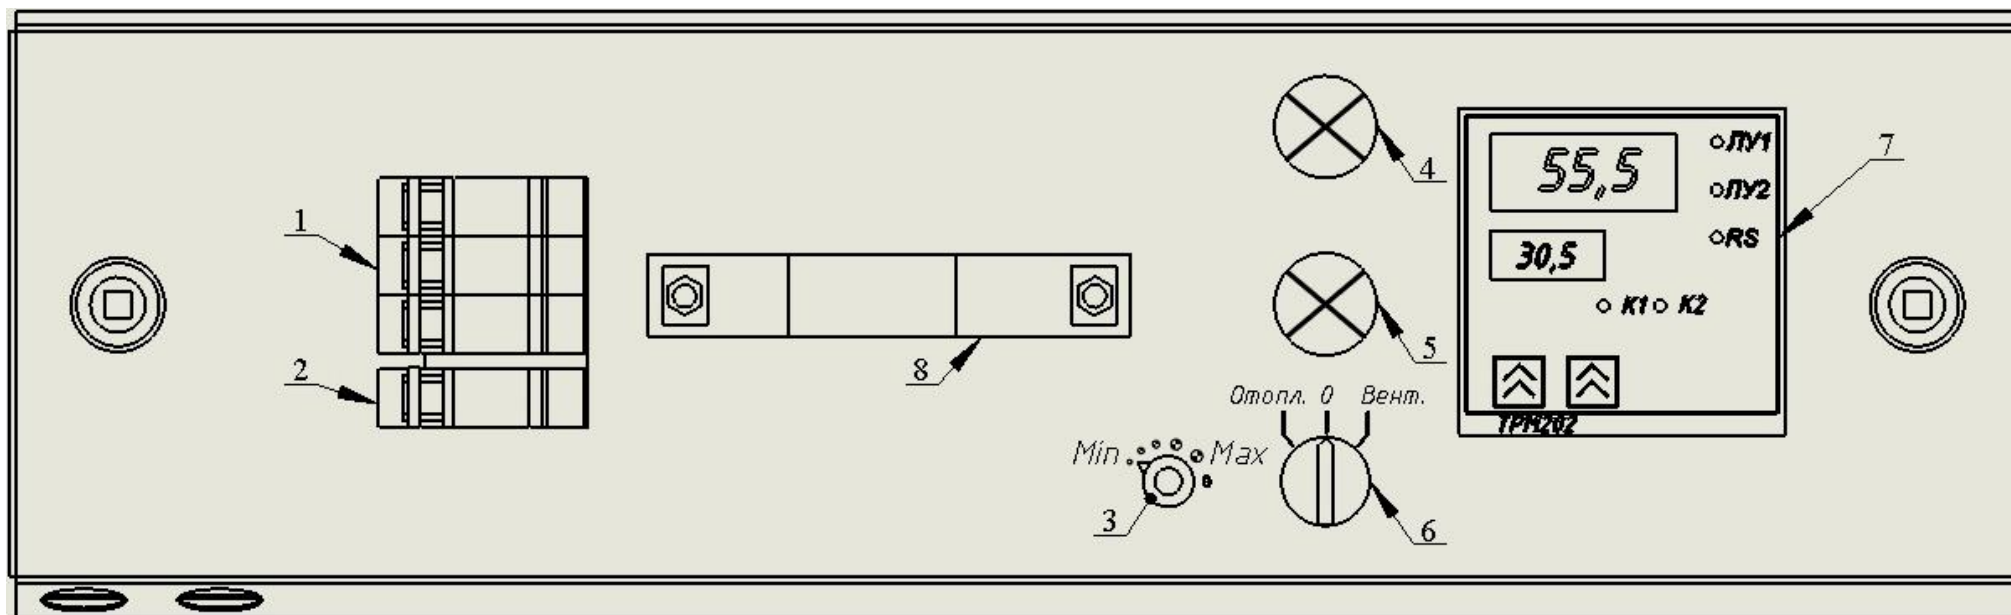

Рисунок 2 - Панель управления
- проверить состояние индикаторов на измерителе (рис. 2, поз.7)
- на лицевой панели воздухонагревателя проверить переключатель режимов отопления/вентиляции (должно быть на режиме «отопление», рис.2, поз.6)